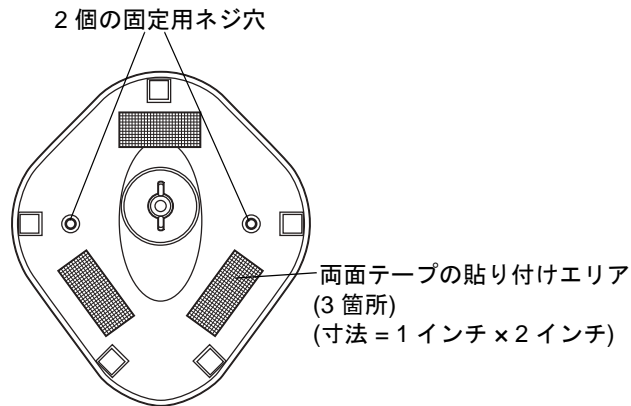

図 2-3 スタンドの設置
2. スタンドの台座が確実に固定されるまで、#10 木ネジを固定用ネジ穴にねじ込みます (図 2-3 を参照)。
2. それぞれの両面テープから露出した面のはく離紙をはがし、確実に固定されるまでスタンドを平らな場所に押し付けます (図 2-3 を参照)。